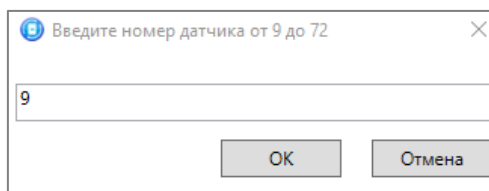

Рисунок 4.42 — Ввод номера радиоустройства
2. В открывшемся окне укажите номер радиоустройства из числа еще не занятых в нумерации ШС и радиоустройств (в указанном диапазоне) и нажмите кнопку *OK* (см. рисунок 4.42).